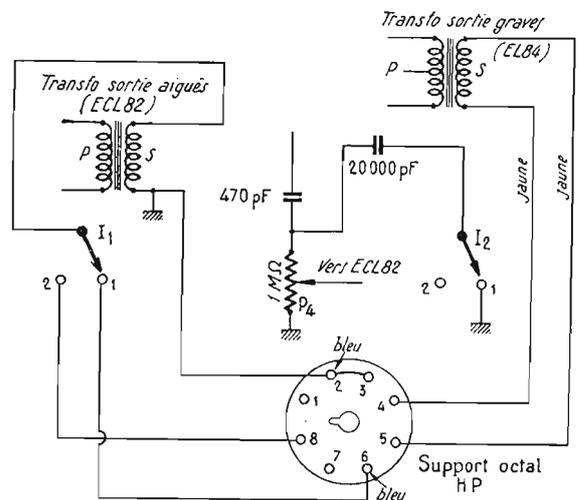

Fig. 2. — Branchement et commutation des haut-parleurs
On remarquera qu'un condensateur de 20 000  $\mu$ F est relié à une extrémité de P4. Ce condensateur est relié à la masse par le circuit I2 (position 1) du commutateur de sortie I1 I2 représenté sur la figure 2.
**Branchements et commutation des haut-parleurs :** la figure 2 indique le branchement des haut-parleurs et les deux commutations assurées par le commutateur I1, I2 à deux positions. Sur l'une des positions, le condensateur de 20 000 pF qui shunte P1 se trouve à la masse par I2 et I1 relie le secondaire du transformateur de sortie aiguës au haut-parleur Ekodax relié aux broches 2 et 6 du support octal. La bobine mobile du haut-parleur graves est reliée aux broches 4 et 5.